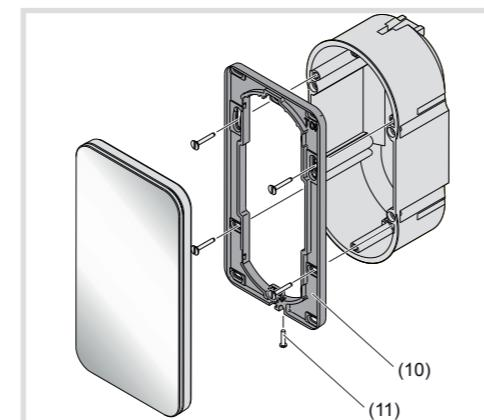

Bild 3
- Montagerahmen (10) ausrichten und mit der Unterputzdose oder der Wand verschrauben (Bild 3). Markierung TOP = OBEN beachten. Beiliegendes Schraubenset verwenden.
- KNX Busspannung an Klemme (6) anschließen.
- Optional: Externen Temperaturfühler an Klemme (5) anschließen.